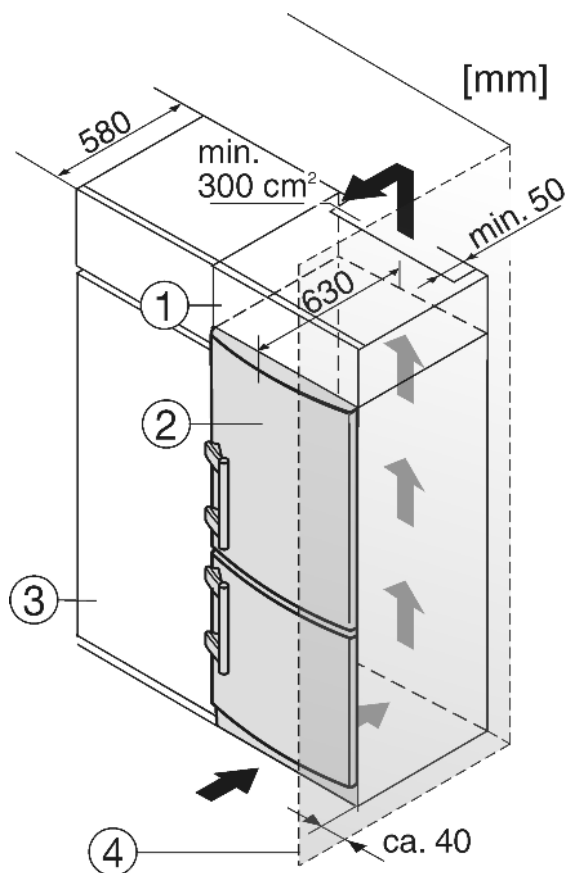

Fig. 5
- (1) Дополнительный шкафчик
- (2) Устройство
- (3) Кухонный шкаф
- (4) Стенка
Устройство может быть окружено предметами кухонной обстановки. Чтобы уравнять устройство *Fig. 5 (2)* по высоте с кухонной стенкой, можно установить над устройством соответствующий дополнительный шкафчик *Fig. 5 (1)*.
При комбинировании с кухонными шкафами (глубина макс. 580 мм) устройство можно установить непосредственно рядом с кухонным шкафом *Fig. 5 (3)*. Дверца устройства выступает по сторонам на 34 мм и по центру устройства на 50 мм относительно передней стенки кухонного шкафа. Поэтому её можно свободно открывать и закрывать.
Если устройство установлено на шарнирах у стены *Fig. 5 (4)*, то расстояние между устройством и стеной должно быть не менее 40 мм. Настолько выступает ручка при открытой дверце.